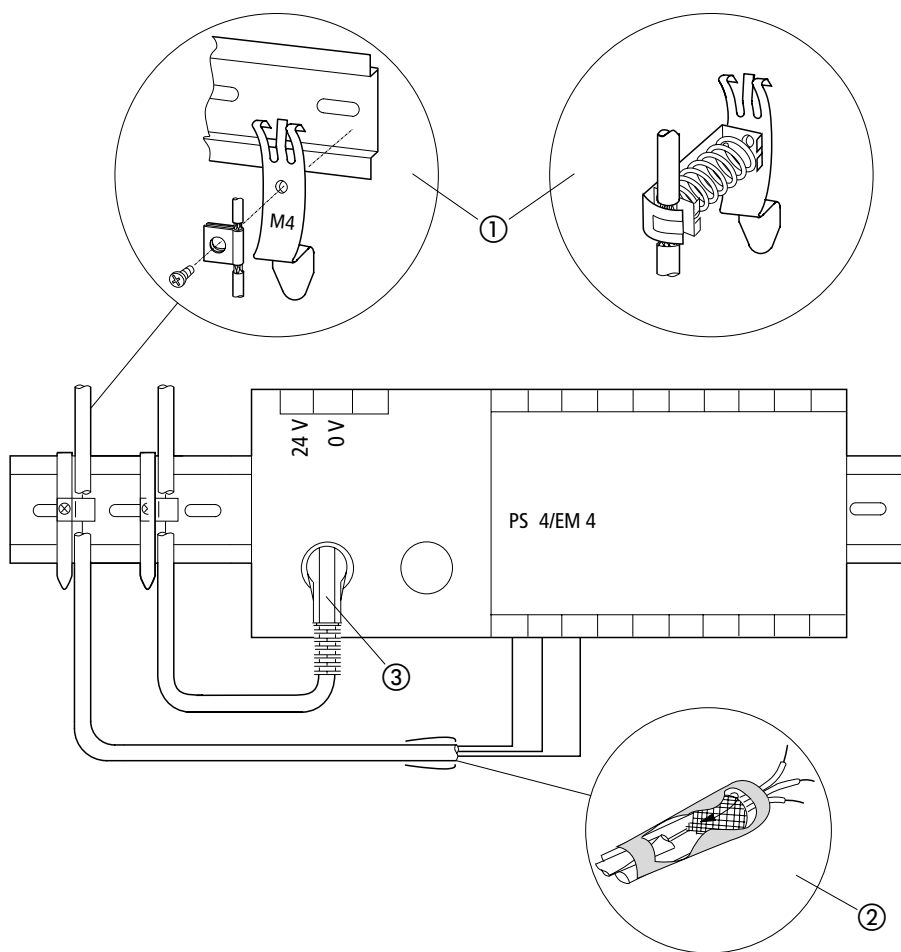

Abbildung 3: Schirmanbindung an Potentialbezugsfläche
- ▶ Verlegen Sie die abgeschirmten Daten- und Signalleitungen links oder rechts am Gerät auf kürzestem Weg und verbinden Sie das Schirmgeflecht niederimpedant und großflächig mit der Bezugspotentialfläche (s. Abb. 3, Position ①).
- ▶ Verbinden Sie das Schirmgeflecht mit der Metallhülse des Steckers (bei DIN-Stecker) ③.
- ▶ Isolieren Sie das Schirmgeflechtende möglichst dicht am Geräte-Signalleitereintritt ab ②.
- Verbinden Sie den Schirm des Suconet-K-Datenkabels niederimpedant und großflächig (z. B. mit einer Metall-Kabelschelle) mit dem Massebezugspotential (s. Abb. 3).